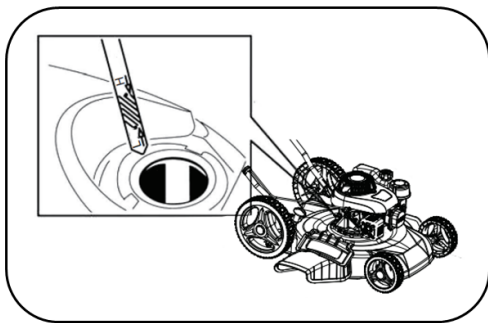

Рис. 14
3. Откройте крышку маслоналивной горловины (рис. 14).